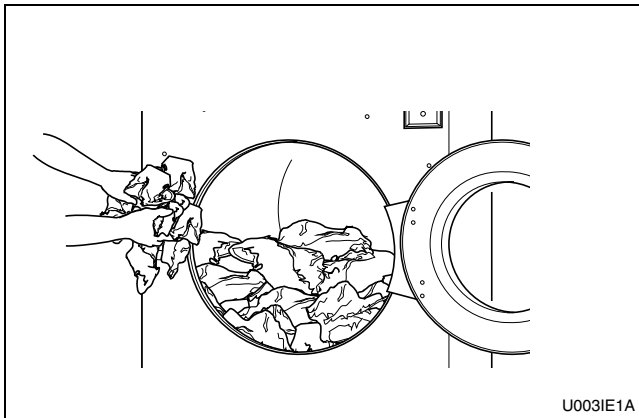

Figura 10
3. Cargue según la capacidad siempre que sea posible. **NO LA SOBRECARGUE.** Consulte la *Figura 10*.